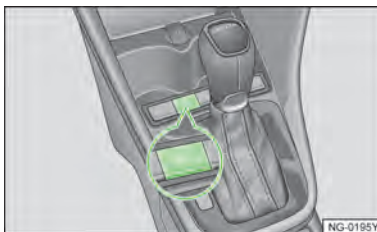

图 137
- › 按压两次按钮 图 137。
- › 按压按钮 图 137。